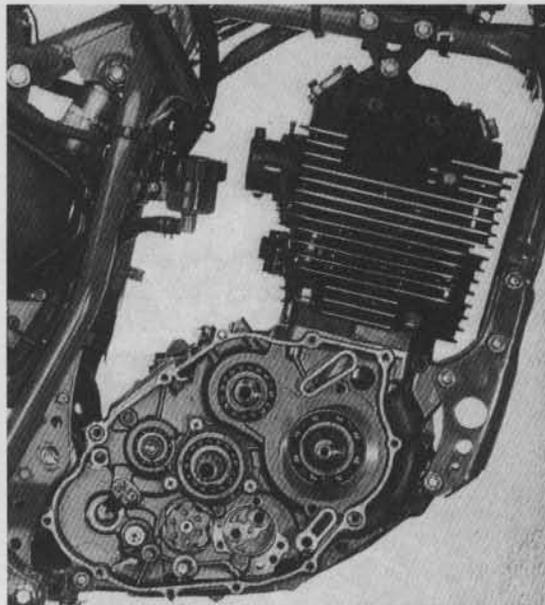

Bild 123
- Bild 123 zeigt noch verbleibende Verbindungen von Rahmen und Motor – nach Schwingachsen-Demontage (Seite 71)! Hinterrad und Schwinge selber brauchen nicht ausgebaut werden. Schwingachse nur soweit herausziehen, bis Motorgehäuse frei ist. Dabei von links Rundmaterial zur provisorischen Lagerung der Schwinge nachführen.
- Sämtliche Motorbefestigungen in Bild 123 (selbstsichernde Muttern, die wiederverwendet werden können, sofern es sich um solche mit Federstahlsicherungen handelt) ausdrehen und Motor (ca. 30 kg) seitlich herausheben.
- Sämtliche Schraubverbindungen (Bild 123) anziehen (64 Nm).